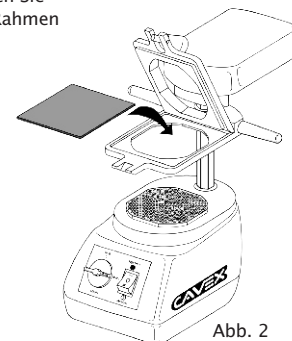
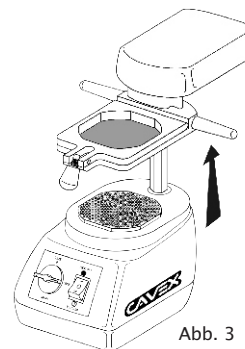

Abb. 2
Abb. 3
2. Legen Sie die gewünschte Tiefziehplatte in den Rahmen (Abb. 2) und schließen Sie diesen sorgfältig. Schieben Sie den Rahmen vollständig nach oben (Abb. 3).